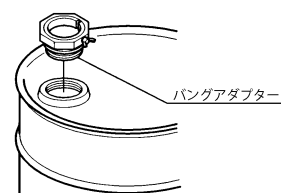

Fig.2
- ドラム缶の注入口(2B)のプラグを外し、ポンプに接続しているバングアダプターをねじ込んでください。(Fig.2)